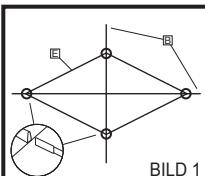

BILD 1
2. Trä i stängerna helt och hållit i en kanalema. (BILD 1)
4. Sätt fast taket på innertältet <E> vid punkten där stängerna möts med det fastsydda bandet. (BILD 1)